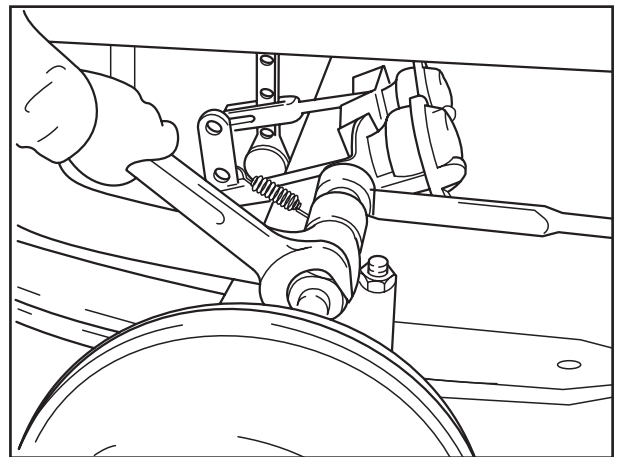

Fig. 2
- [2] Sicherungsmuttern von den Befestigungsschrauben an den Federplatten abschrauben (Fig. 2) und Befestigungsschrauben herausziehen.
- [2] Unscrew locking nuts from the securing bolts at the spring plates (Fig. 2) and remove securing bolts.
- [2] Dévisser les écrous de sûreté des vis de fixation des plaques de ressort (fig. 2) et extraire les vis de fixation.